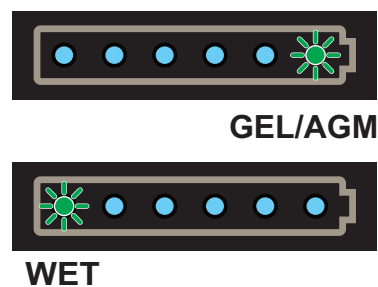

Abbildung 2
10. Ggf. den Zündschlüssel (41) auf „I“ drehen.
Den Hauptschalter (42) drücken, um das Gerät einzuschalten, dann die aktuelle Einstellung ermitteln, indem während der ersten Sekunden erhoben wird, welche LED im Batteriesymbol blinkt (Abb. 2):
11. Sollte es erforderlich sein, die Einstellung zu ändern, 3 Sekunden lang die Taste (44) drücken.
12. Innerhalb von 3 Sekunden kurz die Taste (44) drücken, um die neue Einstellung auszuwählen.